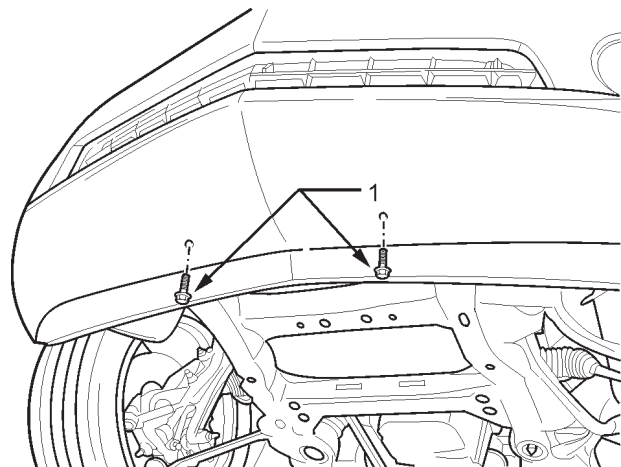

FIGURA 42
20. Retire los dos pernos de 10 mm desde abajo del salpicadero. Consulte la figura 42.